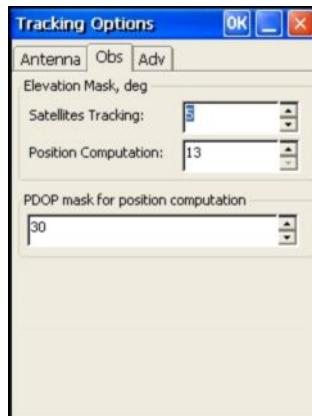

Рис. 3-13. Маска возвышения для спутников, данные которых используются при расчете местоположения приемника
- Выберите вкладку Observation и установите Elevation mask (Маску возвышения) 15 градусов, чтобы не использовать при определении местоположения данные со спутников, уровень возвышения которых над горизонтом меньше заданного значения (Рис. 3-13), а также введите параметр PDOP mask (Маска PDOP), после чего нажмите OK.